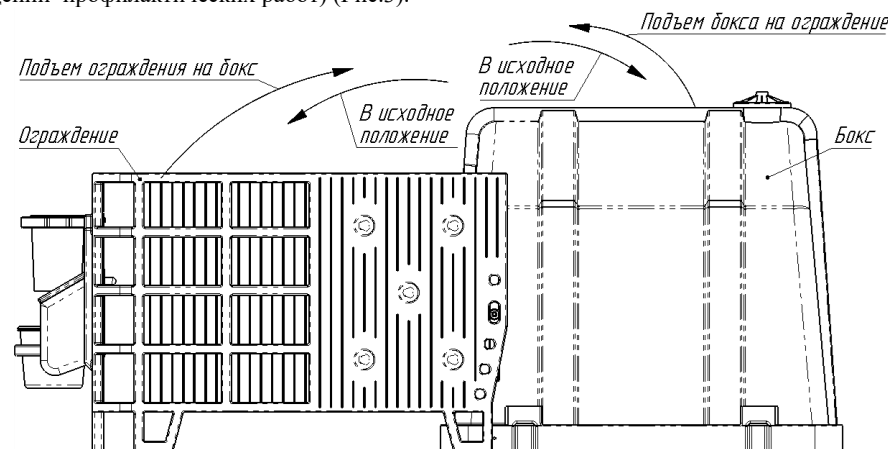
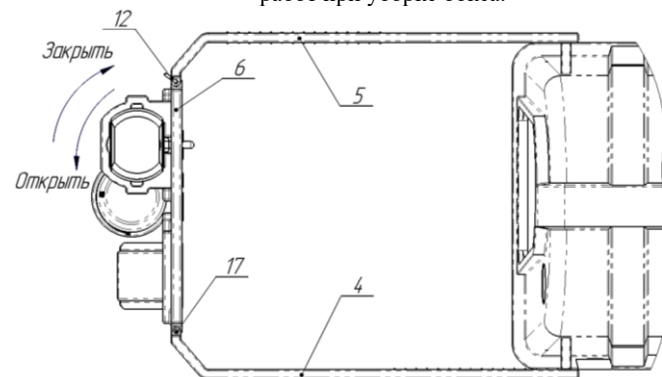

Рис.2 Манипуляции с ограждением и боксом при проведении санитарно-профилактических работ при уборке бокса.
Рис.3 Схема открытия и закрытия передней стенки ограждения бокса.
Ограждение бокса имеет свойство опрокидываться (подниматься за счет шарнирного соединения бокса и ограждения) для проведения профилактических и санитарных работ в процессе эксплуатации бокса (очистка отходов жизнедеятельности теленка, санобработка бокса). Для очистки помещения внутри бокса корпус (1) опрокидывается на ограждение бокса и производятся профилактические работы внутри бокса (Рис.2). Передняя часть ограждения (6) имеет функцию двери, для чего необходимо вынуть штырь (12) и открыть ее для проведения необходимых работ (частичная уборка, постановка теленка в бокс или вывод из бокса, при проведении профилактических работ) (Рис.3).
2. Переднюю стенку ограждения бокса (6) крепить с помощью штыря (12) ( рис.3), продев через завесы, расположенные с боков передней стенки и передней части боковины с одной стороны, и пальцами (17) с другой стороны.